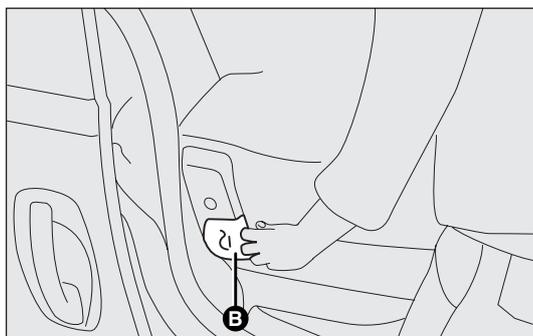
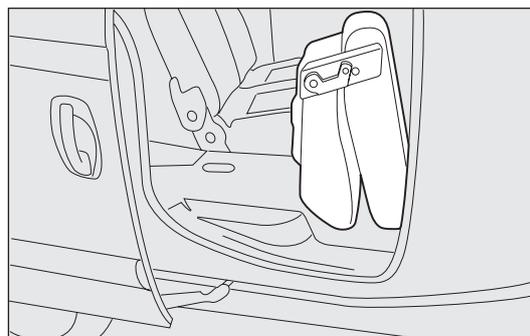

fig. 89b
fig. 89c
- ❑ per ampliare ulteriormente il vano di carico sollevare la leva B-fig. 89b posta lateralmente al cuscino il quale si alzerà automaticamente, intervenire manualmente per ribaltare completamente in avanti sedile e schienale fig. 89c.